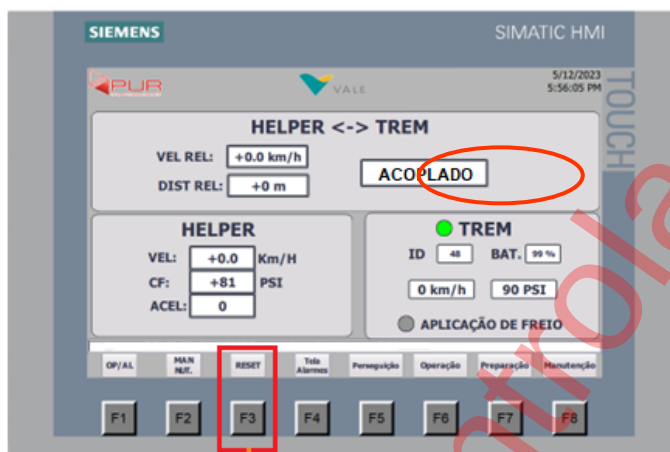

Figura 20: Check de Acoplamento
**12.1** Após realizar acoplamento na cauda do trem, o maquinista da tração de helper deve observar no IHM, na tela de perseguição a indicação “ACOPL”, conforme Figura 20, e com freio independente aliviado, deve encostar o acelerador, para confirmar o engate, através da movimentação das locomotivas sem utilização de tração, e informar o acoplamento ao maquinista no comando do trem.